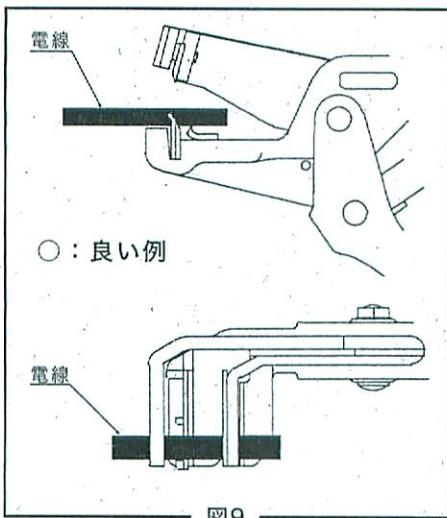
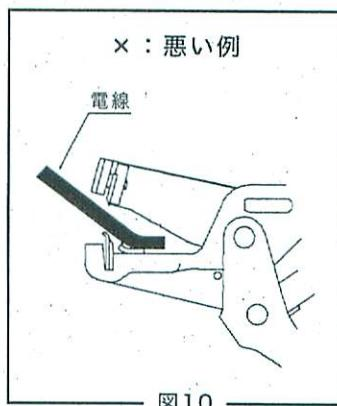

図9
図10
- 3) 電線は正しい位置（図9）にセットしてください。図10・11の様に正しくセットされていない場合は、剥離できなかったり、絶縁体または心線に傷が付くことがあります。